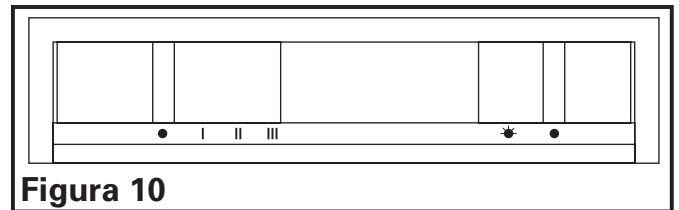

Figura 10
Su campana extractora viene equipada con dos interruptores corredizos donde uno de ellos controla la iluminación y el otro controla el ventilador de escape. El control de iluminación tiene dos posiciones, ENCENDIDO / ON (☼) y APAGADO / OFF (●). El ventilador tiene un control de cuatro posiciones, ALTA - HIGH (III), MEDIA - MEDIUM (II), BAJA - LOW (I), y APAGADO - OFF (●) (**Figura 10**).